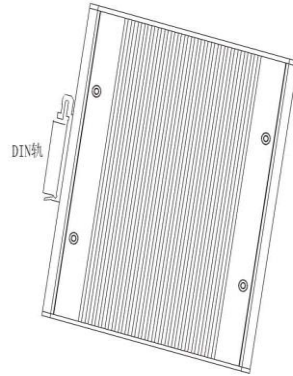

图 3-1 RugNet IES1005G 安装方式图
大多数的工业应用采用 35 mm 标准 DIN 卡轨式安装，其安装尺寸如图 3-1 所示。从包装箱中取出设备时，RugNet IES1005G 后面板上应该已经固定好铝型材的 DIN 卡轨连接座。如果 RugNet IES1005G 需要卡装在 DIN 轨上，则在安装之前应该检查 DIN 轨的安装情况。主要包括以下 2 项内容：
- 如图 3-1 中所示，将 DIN 轨卡入 DIN 卡轨连接座，确认 RugNet IES1005G 设备可靠地安装到 DIN 轨上。